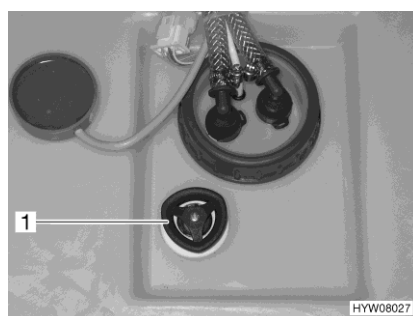

Fig. 171 Maniglia girevole (serbatoio dell'acqua)
- Sul serbatoio dell'acqua, ruotare la maniglia girevole (Fig. 171,1) in senso orario fino all'arresto.
- Sul serbatoio dell'acqua, ruotare la maniglia girevole (Fig. 171,1) in senso antiorario fino all'arresto. L'acqua fuoriesce fino a ca. 20 litri.
- Sul serbatoio dell'acqua ruotare la maniglia girevole (Fig. 171,1) in senso antiorario, oltre la resistenza verso l'esterno fino all'arresto, per aprire completamente l'apertura di scarico.